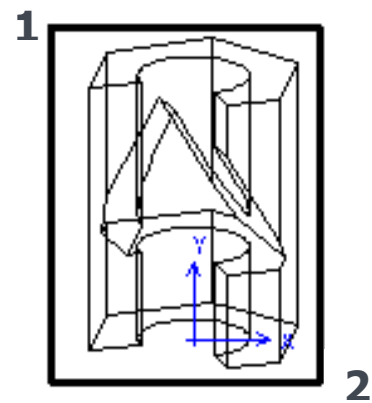

Рис.5.54
- на запрос первого угла видового экрана (Specify first corner of viewport) щёлкнуть точку **1** слева над проекцией (рис.5.54);
- на запрос противоположного угла видового экрана (Specify opposite corner of viewport) щёлкнуть точку **2** справа под проекцией (рис.5.54);